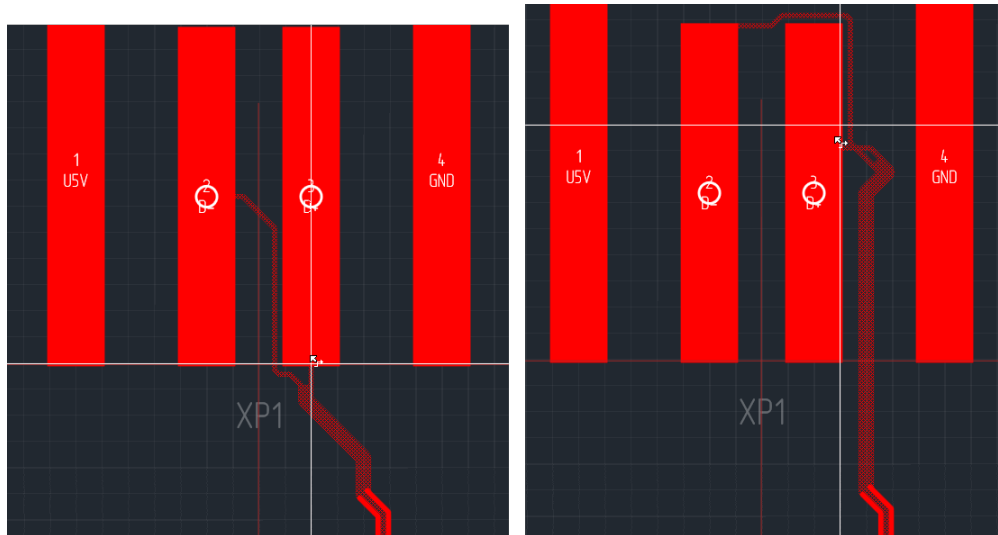

Рис. 303 Альтернативные варианты построения схождения диффпары
- Изменить положение участка диффпары вблизи контактных площадок и построить схождение заново. На Рис. 303 изменено расположение последнего зафиксированного участка диффпары по сравнению с Рис. 302 и поэтому становятся доступны альтернативные варианты построения схождения.